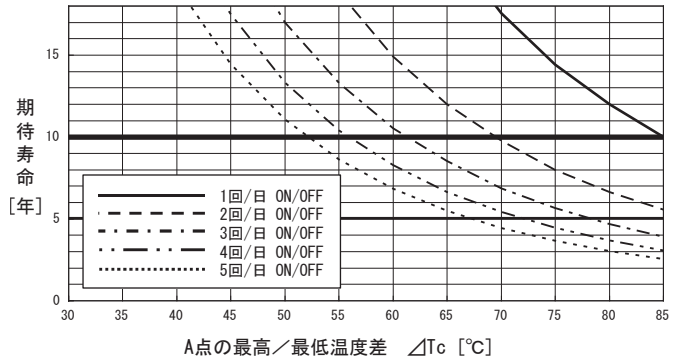
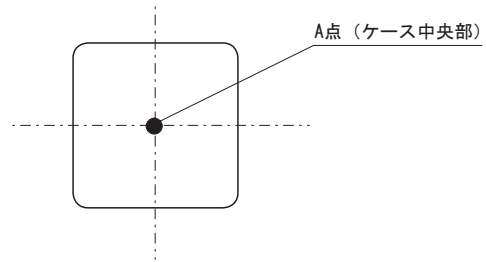

図11.5 熱疲労による期待寿命グラフ (MG40)
図11.6 温度測定箇所（ケース上面）
■図11.5に当社加速試験結果を基に算出した1日のON/OFF回数とケース温度差(図11.6ポイントA点 ΔT_c)に対する製品の期待寿命を示します。
■無償補償期間10年ですが、図11.5に示す期待寿命が10年未満の場合、この寿命を無償補償期間とします。